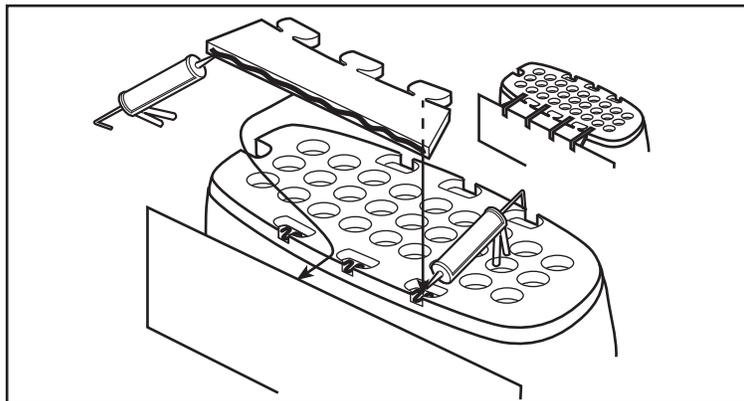

Figure 1
- 1** Baignoire seulement - Attachez les supports du tablier au bas de la baignoire (Figure 1). Attachez avec du ruban adhésif en attendant que la colle sèche.